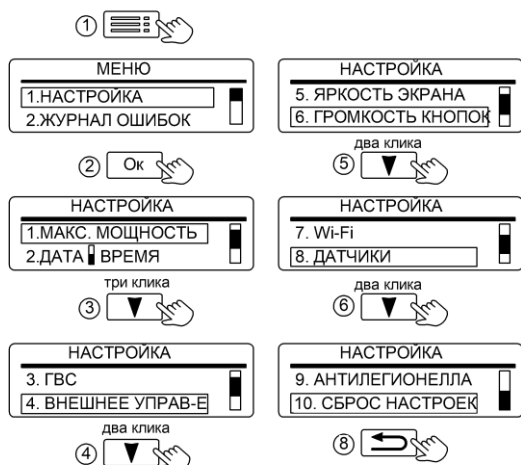

Рисунок 15. Вид вкладки настройка
11.1 Во вкладке «**НАСТРОЙКА**», (см. рис. 15), настраиваются внутренние параметры работы прибора.